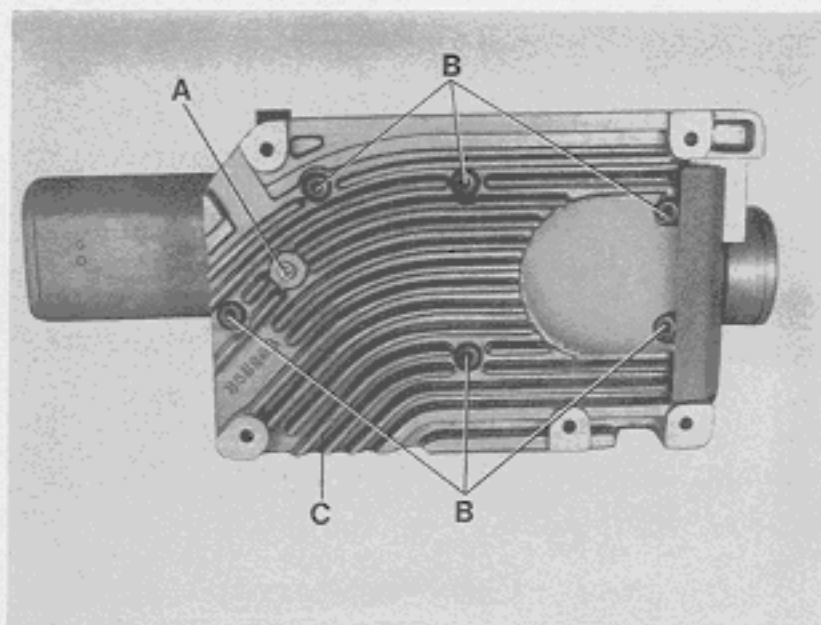

Fig.10
7. Remount bottom cover with gasket. Make sure that the surfaces on machine bed and bottom cover for the gasket are absolutely clean! Torque the six screws (B, Fig. 10) carefully to 22,6 - 23,1 Nm (200 - 205 in.lbs.).
7. Montieren Sie die Grundplatte mit Dichtung wieder. Beachten Sie, daß die Auflageflächen für die Dichtung, am Gehäuse und an der Grundplatte, absolut sauber sein müssen! Ziehen Sie die sechs Befestigungsschrauben (B, Fig. 10) mit einem Drehmoment von 22,6 bis 23,1 Nm sorgfältig an.